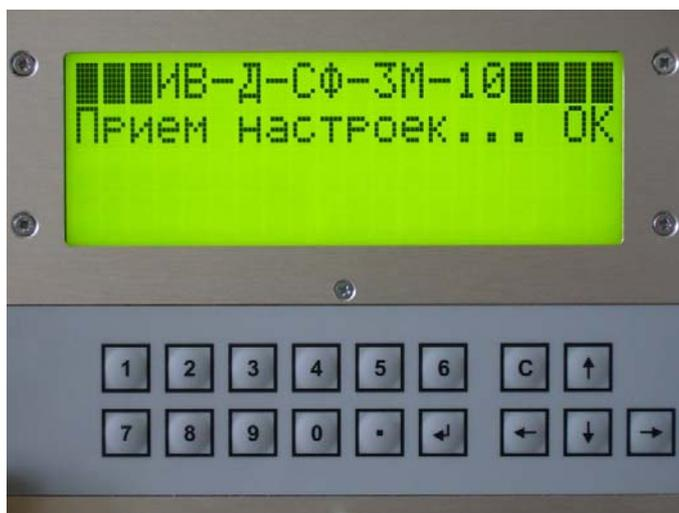

Рисунок 14
- при регистрации изменений параметров блока в ПЭВМ, в случае, если блок находится в режиме мониторинга, на его дисплее в течение нескольких секунд выводится следующее сообщение (рисунок 14).